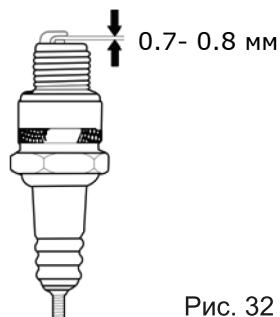

Рис. 32
4. Проверьте зазор между электродами. Он должен составлять 0.7-0.8мм. При необходимости отрегулируйте зазор (Рис. 32).